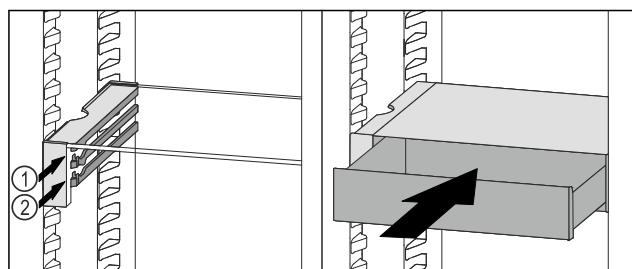

Fig. 116
- ▶ Posizionare il cassetto VarioSafe dietro i tappi sulla nervatura desiderata Fig. 116 (1) o Fig. 116 (2).